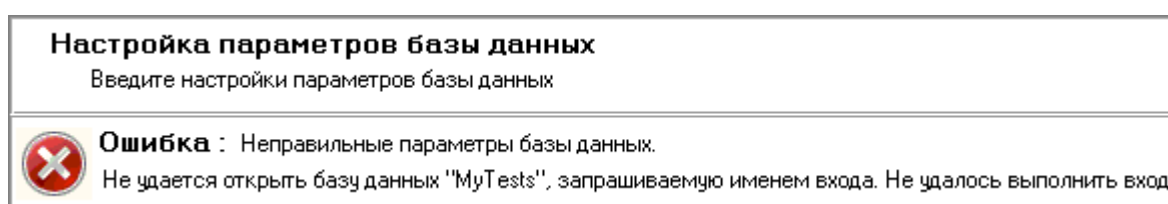

Рисунок 4-23 Предупреждение при неправильном указании псевдонима
- если неверно введен псевдоним Базы данных, то отобразится следующее предупреждение (см. Рисунок 4-23).